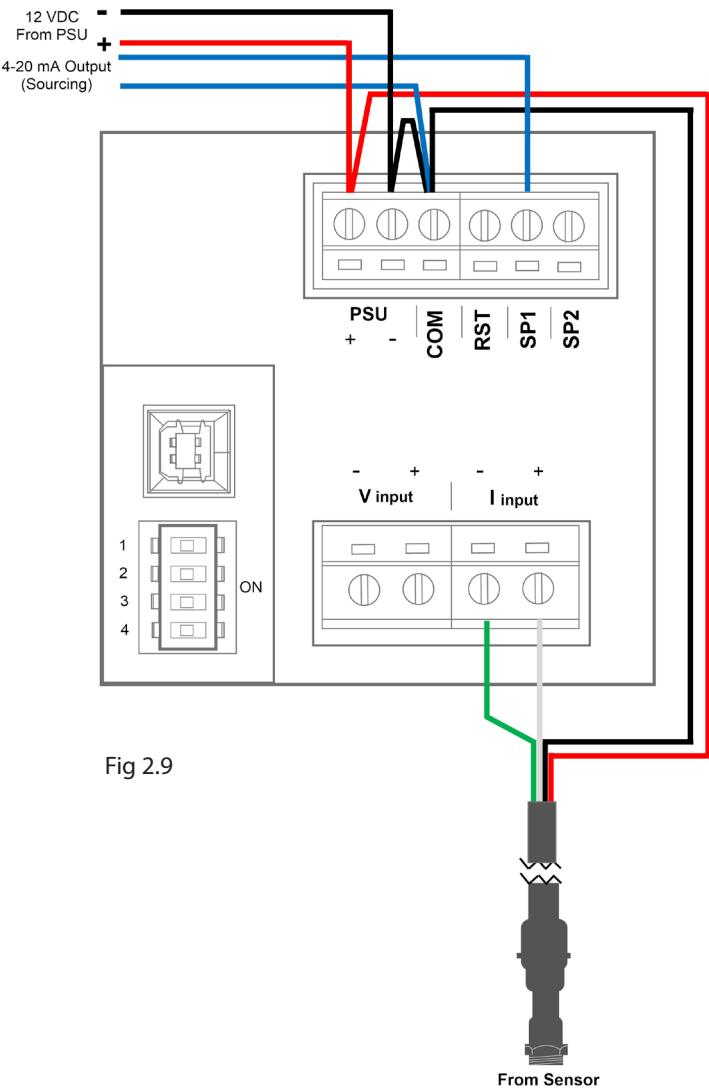

Fig 2.9
10. i) Si elle est utilisée, connectez la sortie 4-20 mA à un équipement externe tel qu'un VFD (voir Fig.2.9).